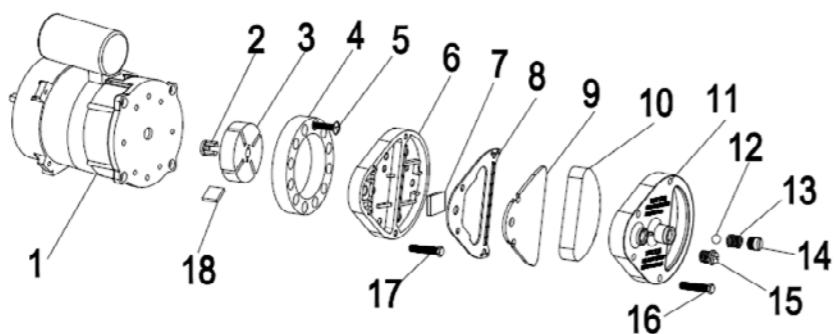

Fig.3
Nettoyer les filtres à air. Ôter le couvercle du filtre à air (11), nettoyer le filtre d'admission d'air (10) à l'aide d'un détergent léger et le sécher soigneusement avant de le remettre en place. Remplacer le filtre de sortie d'air (9) une fois par an (Fig. 3)